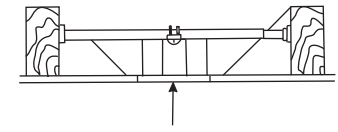

Figura 4
**NOTA:** Según la ubicación que haya seleccionado para la instalación, es posible que deba comprar e instalar un “estribo para viguetas” para el soporte de la caja de salida. Asegúrese de que el estribo para viguetas que compre haya sido diseñado para usarse con ventiladores de techo. (Figura 4)